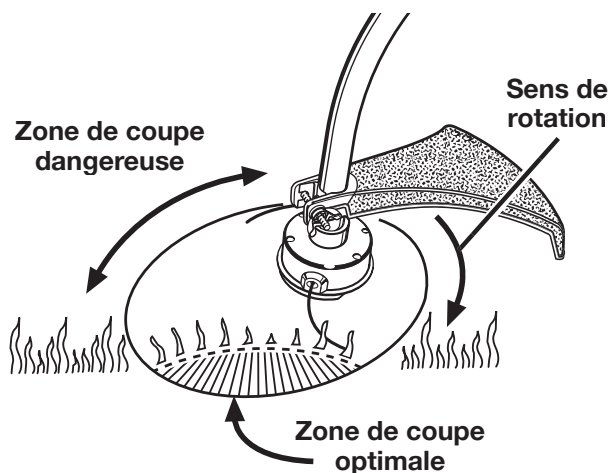

Figure 18
Voir les figures 18 et 19.
3. Pour couper avec le taille-bordures à arbre courbe, utiliser un mouvement de balayage de droite à gauche. Ceci évite que les débris soient projetés en direction de l'opérateur. Éviter de couper dans la zone dangereuse montrée aux figures 18 et 19.